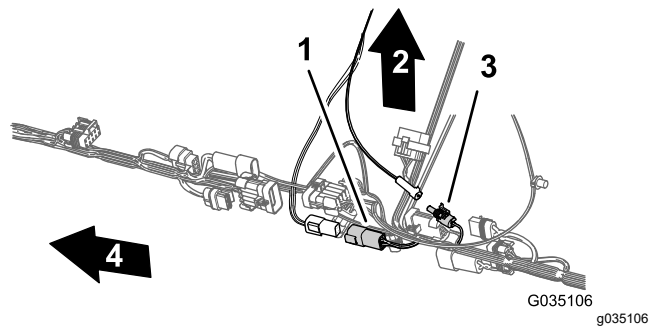

**Figura 90**
5. Conecte el conector de 2 pines de alimentación del carrete de la manguera del arnés delantero al conector hembra de 2 vías de alimentación del carrete de la manguera del arnés trasero (Figura 90).